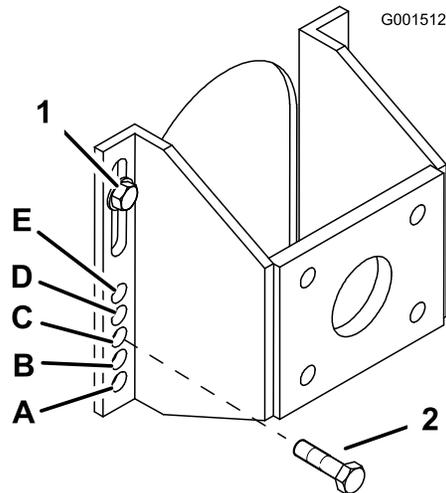

Bild 4
5. Lösen Sie die beiden oberen Schrauben der Achse, aber entfernen Sie sie nicht (Bild 4).
6. Entfernen Sie die beiden unteren Schrauben der Achse (Bild 4).
7. Heben Sie die Halterung an oder senken Sie sie ab, so dass Sie die beiden Achseinstellschrauben an der gewünschten Stelle anbringen können (Bild 4).